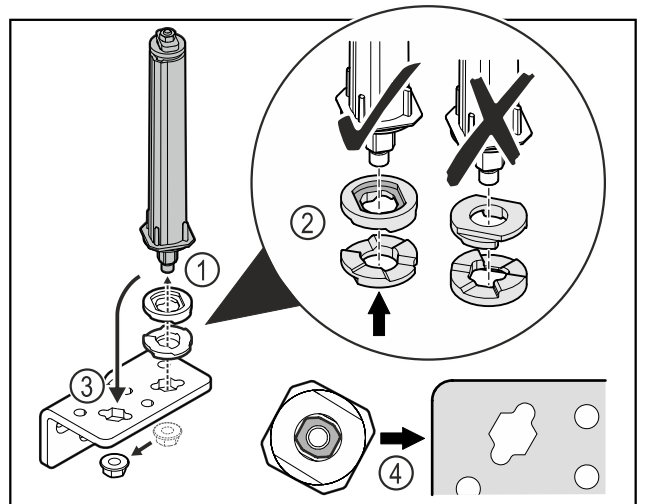

Fig. 38
- ▶ Løsne mutteren og fjern dørlukkesystemet Fig. 38 (1).
- ▶ Sørg for korrekt innretning av høydejusteringsskivene Fig. 38 (2).
- ▶ Sett om dørlukkesystemet i hengselvinkelen og fest med mutteren Fig. 38 (3).
- ▶ Ved innsetting, sørg for korrekt innretning av dørlukkesystemet Fig. 38 (4).